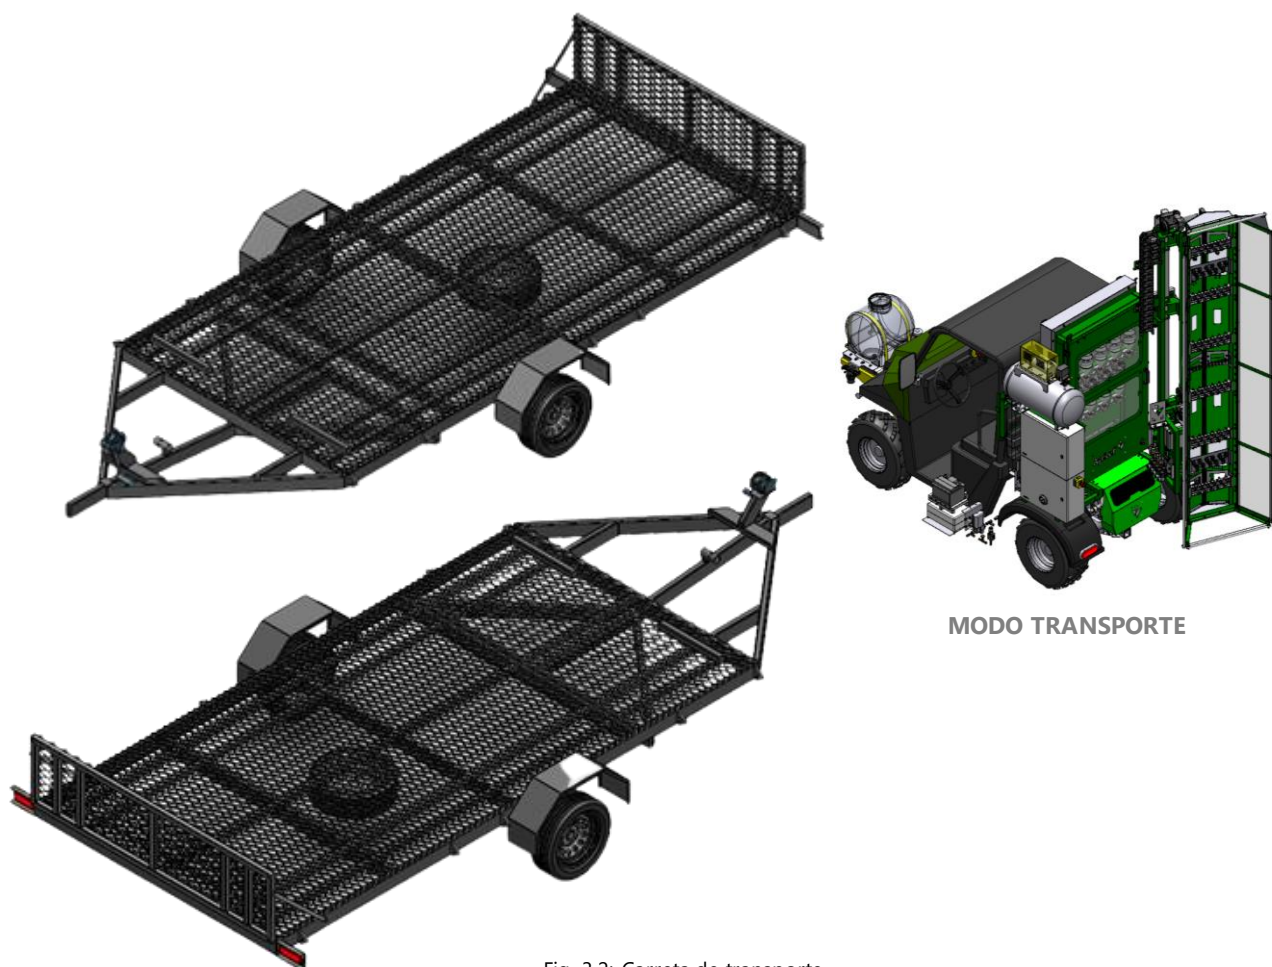

Fig. 3.2: Carreta de transporte
1. No transporte o Pulverizador **SIDER UTV** deve estar na posição modo de transporte (Fig. 3.2);